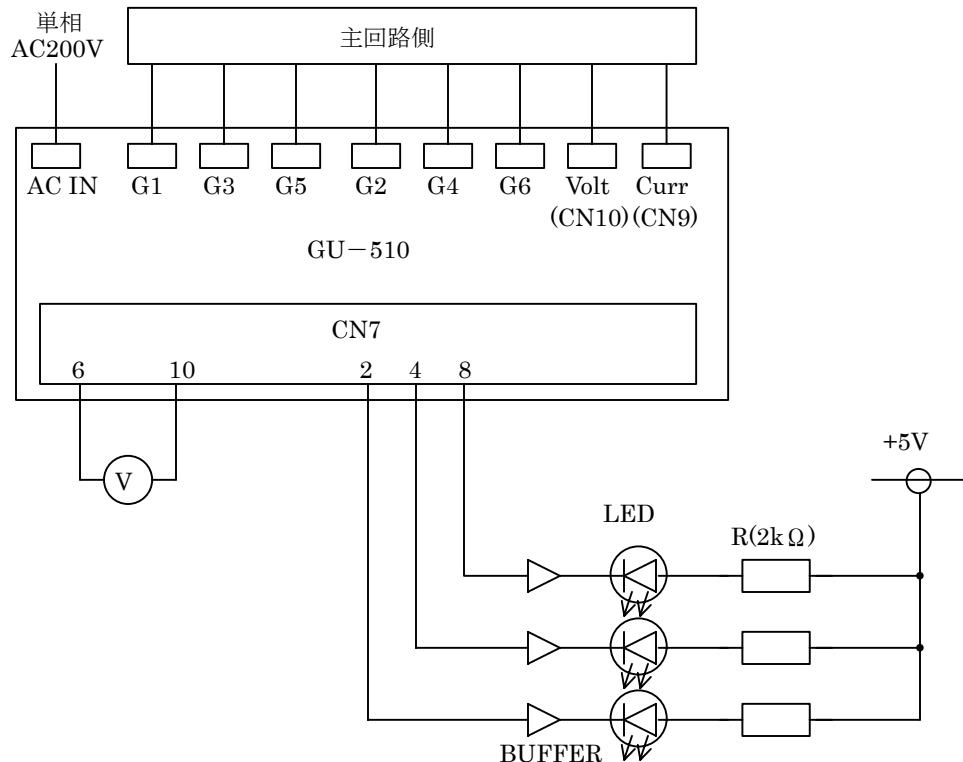

図7. アラーム回路配線例
3) アラーム回路について (図7. 参照)
LED 等でアラームを確認する場合には図 7 の様な接続を行って下さい。